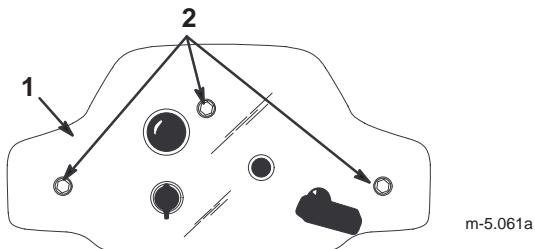

Figure 23
- Enlevez les 3 vis qui fixent le panneau de commande au carter (Fig. 23).